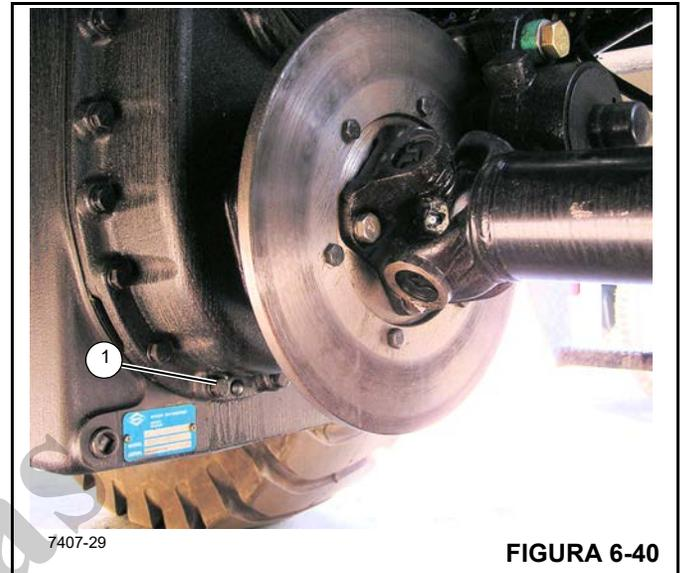

FIGURA 6-40
3. Coloque um recipiente adequado sob o budo do dreno da transmissão (1, Figura 6-40).
4. Remova o budo (1, Figura 6-40). Drene a transmissão no recipiente. Reinstale o budo do dreno.